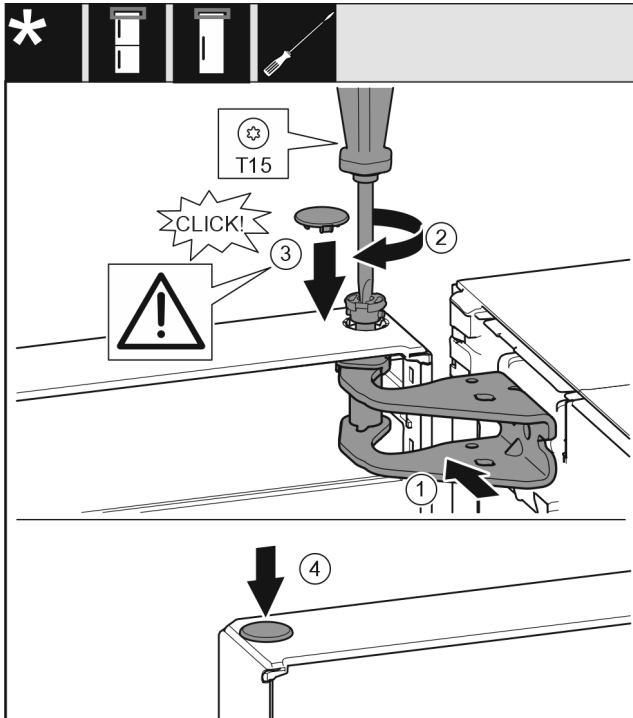

Fig. 21
- ▶ Tür oben zur Öffnung im Lagerbock ausrichten. Fig. 21 (1)
- ▶ Bolzen Fig. 21 (2) einsetzen und mit Schraubendreher festschrauben.
- ▶ Sicherungsabdeckung Fig. 21 (3) zur Sicherung der Tür montieren: Sicherungsabdeckung einsetzen und kontrollieren ob sie auf der Tür aufliegt. Ansonsten Bolzen vollständig einsetzen.
- ▶ Stopfen Fig. 21 (4) einsetzen.